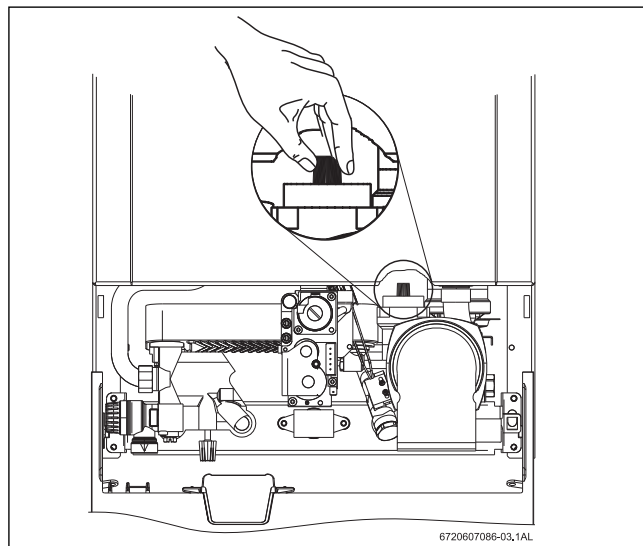

Fig. 41 Purgador automático
- ▶ Para evacuar el aire del aparato empleando el purgador automático que incorpora, abrir el tapón del mismo (Fig. 41).